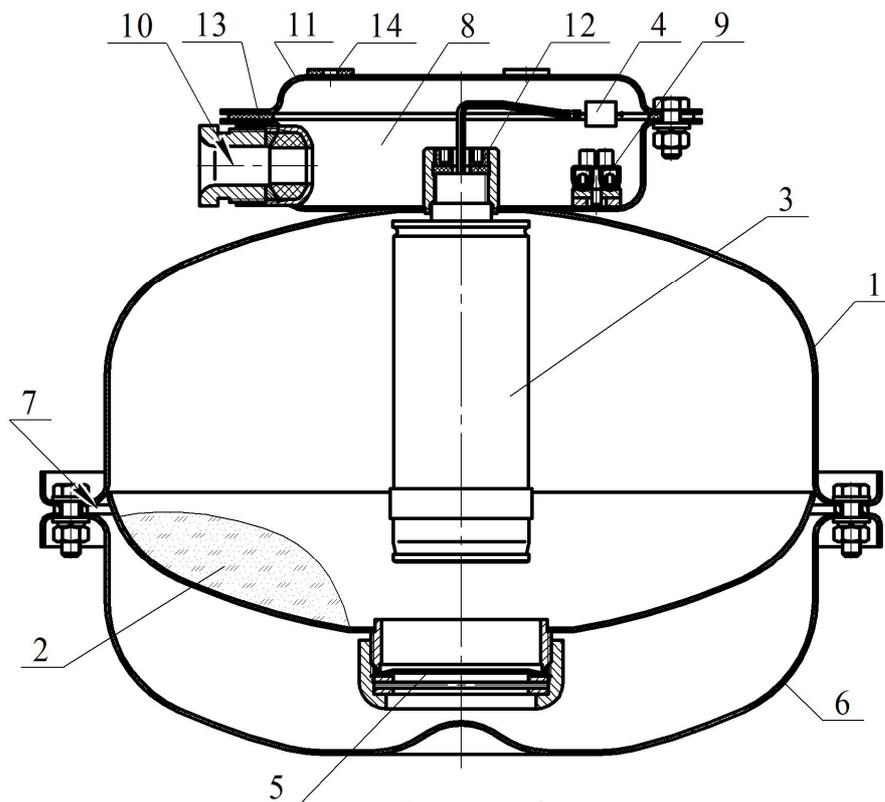

Рисунок 1
МПП (см. рисунок 1) состоит из корпуса **1**, в котором размещаются огнетушащий порошок (далее по тексту ОП) **2** и источник холодного газа (далее по тексту ИХГ) **3** с элементом электропусковым **4**. Сопловое отверстие для выхода ОП из корпуса перекрыто мембраной **5**. Со стороны соплового отверстия корпус **1** соединен с отражателем **6**. Насадок - распылитель **7** для выхода ОП представляет щелевой зазор между корпусом **1** отражателем **6**.
После подачи электрического импульса на выводы элемента электропускового **4** ИХГ **3** (см. рисунок 1) генерирует газ, который вспушивает ОП **2** и создает давление внутри корпуса МПП для вскрытия мембраны **5** и выброса через насадок-распылитель **7** струи ОП в зону горения.
2.1.3 Через резиновые кольца **14** (см. рисунок 1) закрепить кронштейн **11** (см. рисунок 1) на потолке, стене, полу или иной несущей поверхности. Координаты отверстий в кронштейне, предназначенном для крепления МПП, показаны на рисунке 3.
2.1.4 Через резиновую прокладку **13** (см. рисунок 1) состыковать МПП с кронштейном и закрепить соединение гайками.